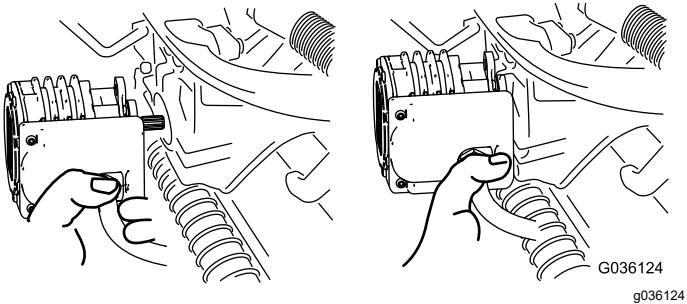

Bild 56
5. Legen Sie den Motor am Aufbewahrungsplatz vorne am Aufhängearm ab (Bild 56).